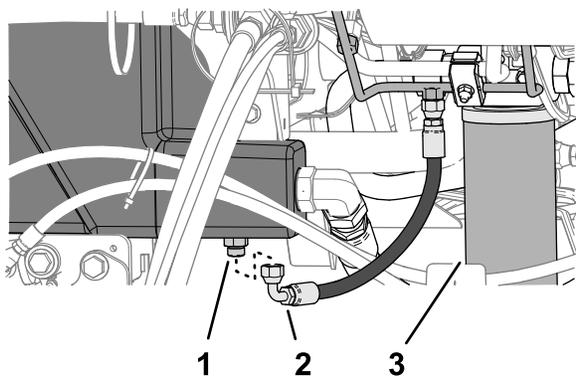

Рисунок 105
2. Поместите большой сливной поддон под прямой штуцер (Рисунок 105) гидравлического бака.